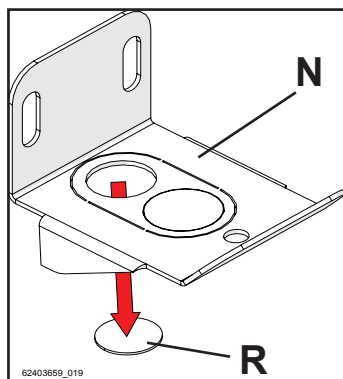

Figura 5-45
- 5 - Rimuovere il disco pretranciato "R" dalla staffa di fissaggio "N", come mostrato in figura 5-45;